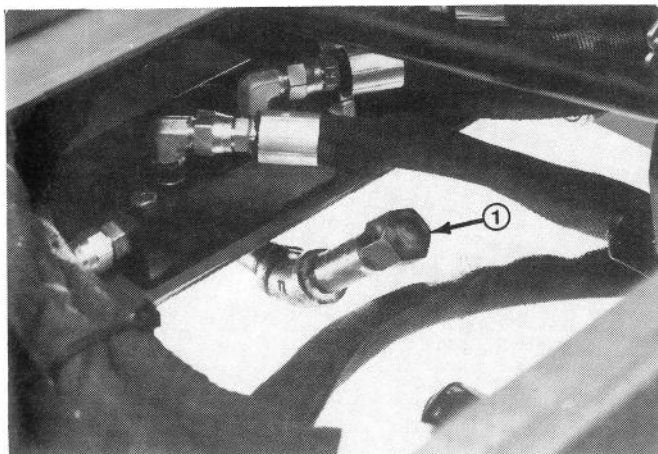

Abbildung 13
2. Die Meßstabkappe (Abb. 13) vom Getriebefüllstutzen abschrauben und mit einem sauberen Lappen abwischen. Dann den Meßstab in den Füllstutzen eindrehen. Den Meßstab wieder herausziehen und den Ölstand messen.